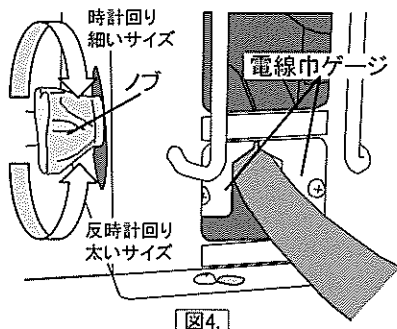

図4.
- 皮をむく電線を上カバーLH正面左下の電線巾ゲージ(図4.)に差し、左側面のノブを回して左右のゲージが電線に触れない程度に合わせます。